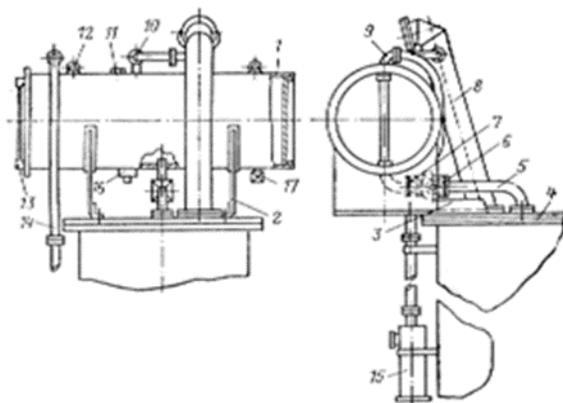

Рис. 2. Расширитель и выхлопная труба трансформатора.
8. Назовите элемент 1, изображенный на рис. 2
9. Назовите элемент 2, изображенный на рис. 2
10. Назовите элемент 3, изображенный на рис. 2
11. Назовите элемент 4, изображенный на рис. 2
12. Назовите элемент 5, изображенный на рис. 2
13. Назовите элемент 6, изображённый на рис. 2
14. Назовите элемент 7, изображённый на рис. 2
15. Назовите элемент 8, изображённый на рис. 2
16. Назовите элемент 9, изображённый на рис. 2